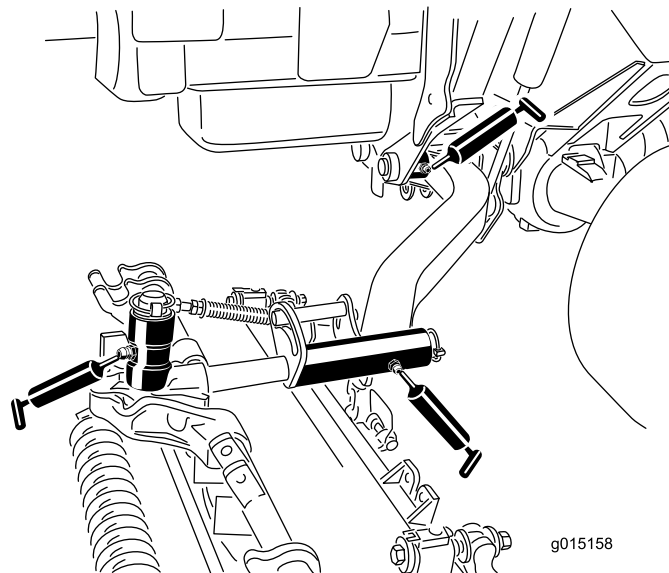

Figura 85
- Casquillos de pivote de los brazos de elevación (1 por unidad de corte) (Figura 85)
- Bastidor de tiro de la unidad de corte (2 por unidad de corte) (Figura 85)
- Pivotes de los brazos de elevación de las unidades de corte (1 por unidad de corte) (Figura 85).